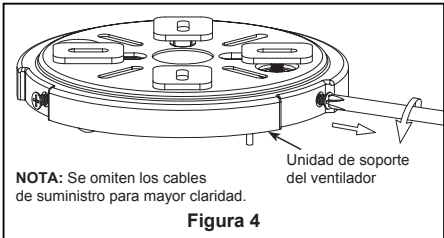

Figura 4
- ☐ 2. Extraiga los tres tornillos desde la unidad de soporte de techo. Guárdelos para después. (Figura 4)